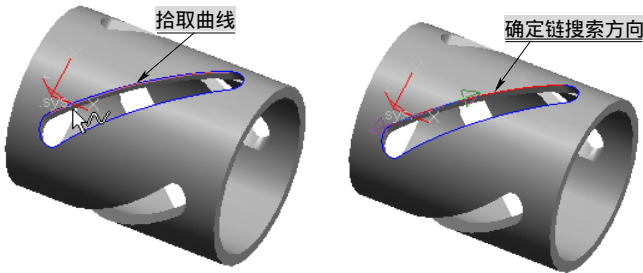

图 8-234 拾取的加工曲线及方向
5) 完成加工参数设置后,单击“确定”按钮,系统在界面的左下方提示“拾取曲线”,并“确定链搜索方向”为逆时针方向,如图 8-234 所示。